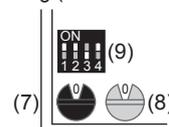

Bild 2: Dreh- und DIP-Schaltereinstellung
- Am Tasten-Aufsatz die Gruppenadresse 0-F des schwarzen Drehcodierschalters (Bild 2, 7) entsprechend der Einstellung am BTE-116 Tastenexpander einstellen.
- Am Tasten-Aufsatz die Teilnehmeradresse des blauen Drehcodierschalters (Bild 2, 8) entsprechend des Türruf-Anschlusses am BTE-116 Tastenexpander einstellen.
- Den DIP-Schalter für Betriebsarten (Bild 2, 9) entsprechend Tabelle 1 einstellen.
Haustelefon anschließen (Bild 2)
- Haustelefon gemäß Anschlussplan (Bild 2) anschließen.